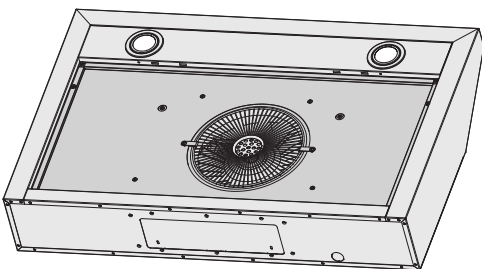

Figure 2
- Enlevez les 2 filtres et le panneau facile à nettoyer pour permettre l'accès à l'intérieur de l'unité. (Voir figure 2 à 4)